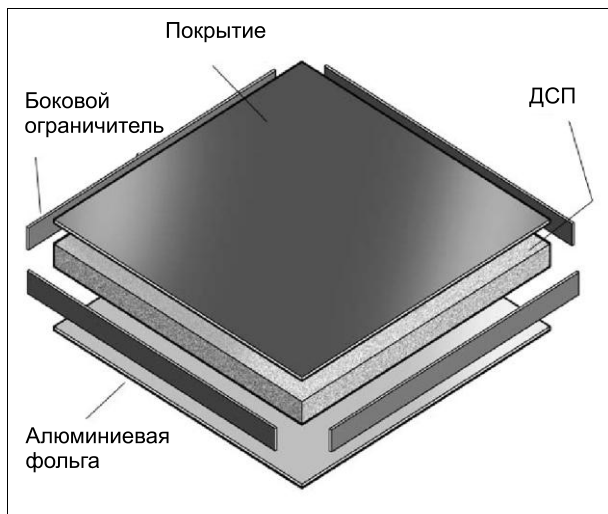

Рис. 10.7. Панель W 30
- W 30—W 40 — панель из древесной стружки и синтетических смол. Изготавливается из древесно-стружечных плит высокой плотности. Толщина 28 мм для структур со стрингерами и 38 мм для структур без стрингеров. Может покрываться широкой гаммой отделочных материалов. Лист алюминия, используемый для обшивки нижней стороны панели, создает барьер для влажности и улучшает электрические характеристики. Лист оцинкованного железа, используемый на верхней стороне панели, увеличивает коэффициент возможной нагрузки. Боковые стороны панели отделаны черным пластиком (рис. 10.7).